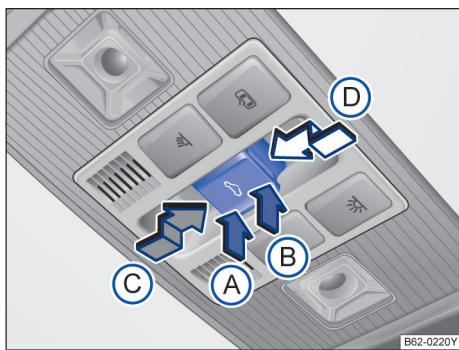

图 57 顶篷上的天窗控制按钮
□ 按钮→图 57 设有 2 挡位置。1 挡位置：可完全打开天窗，或部分翻开天窗，打开或关闭天窗。
- 触发防夹功能后 5 秒钟内按压  按钮 → 图 57，沿箭头 ① 方向将按钮保持在 2 挡位置，直至天窗完全关闭。